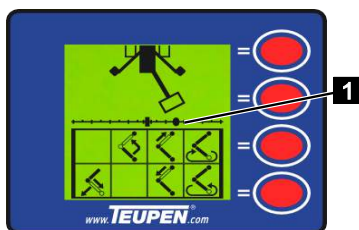

Fig. 143
- L'affichage (Fig.143) apparaît à l'écran.